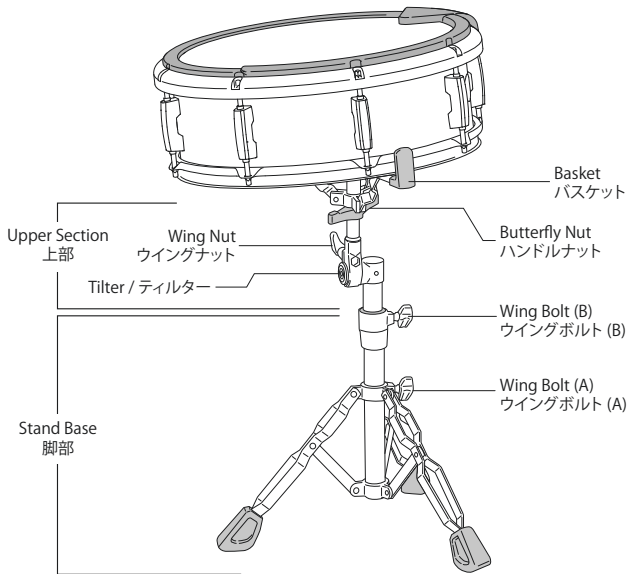

Fig.12
1. Open the legs of the Stand Base to form a stable tripod and tighten the Wing Bolt (A). Loosen the Wing Nut on the Tilter of the Basket Assembly and adjust the angle of the Basket as shown. Insert the Basket Assembly into the Die-Cast Joint of the Stand Base and tighten the Wing Bolt (B). Open the Basket and adjust the Butterfly Nut as needed to accommodate the Snare Pad. Place the Snare Pad into the Basket locating the WTT sensor to the players upper left. Then tighten the Butterfly Nut to hold the Snare Pad in place (do not over-tighten.) (Fig.12).
スネアスタンドの脚部を適度に開きウイングボルト (A) を締めて固定します。上部をダイカストジョイントに差し込みウイングボルト (B) で固定します。ティルターのウイングナットをゆるめバスケットが上向きになる角度に調節してウイングナットを締めて固定します。バスケットを十分に広げ、スネアパッドをスネアスタンドにのせ、ハンドルナットをしっかりと締めてスネアパッドをスタンドに固定し、位置と角度を調整してください (Fig.12)。